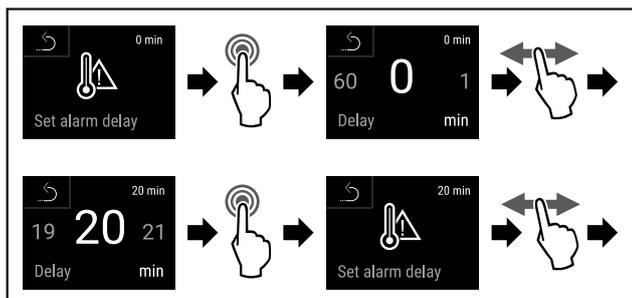

Fig. 142
- ▶ Handlungsschritte (siehe Fig. 142) durchführen.